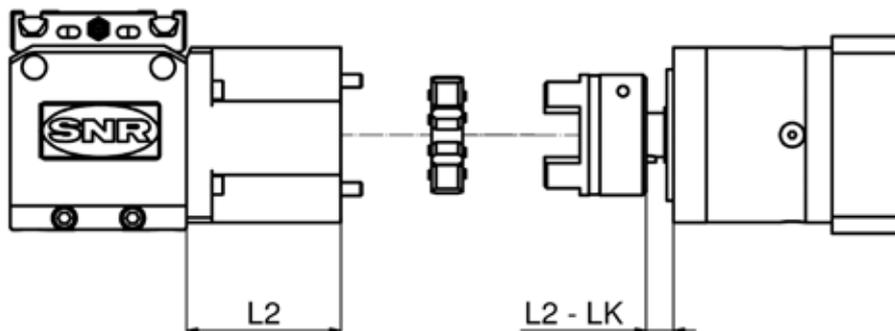

Figure 3.8 ___ Dimension de montage
3. Insérez cet assemblage dans le demi-accouplement avec la couronne dentée en élastomère vissée sur la tête d'entraînement **6** et fixez-le au moyen des vis **7**. Examinez les dimensions LK et L2 (figure 3.8) figurant dans le tableau 6.20, chapitre 6.2.3.2.